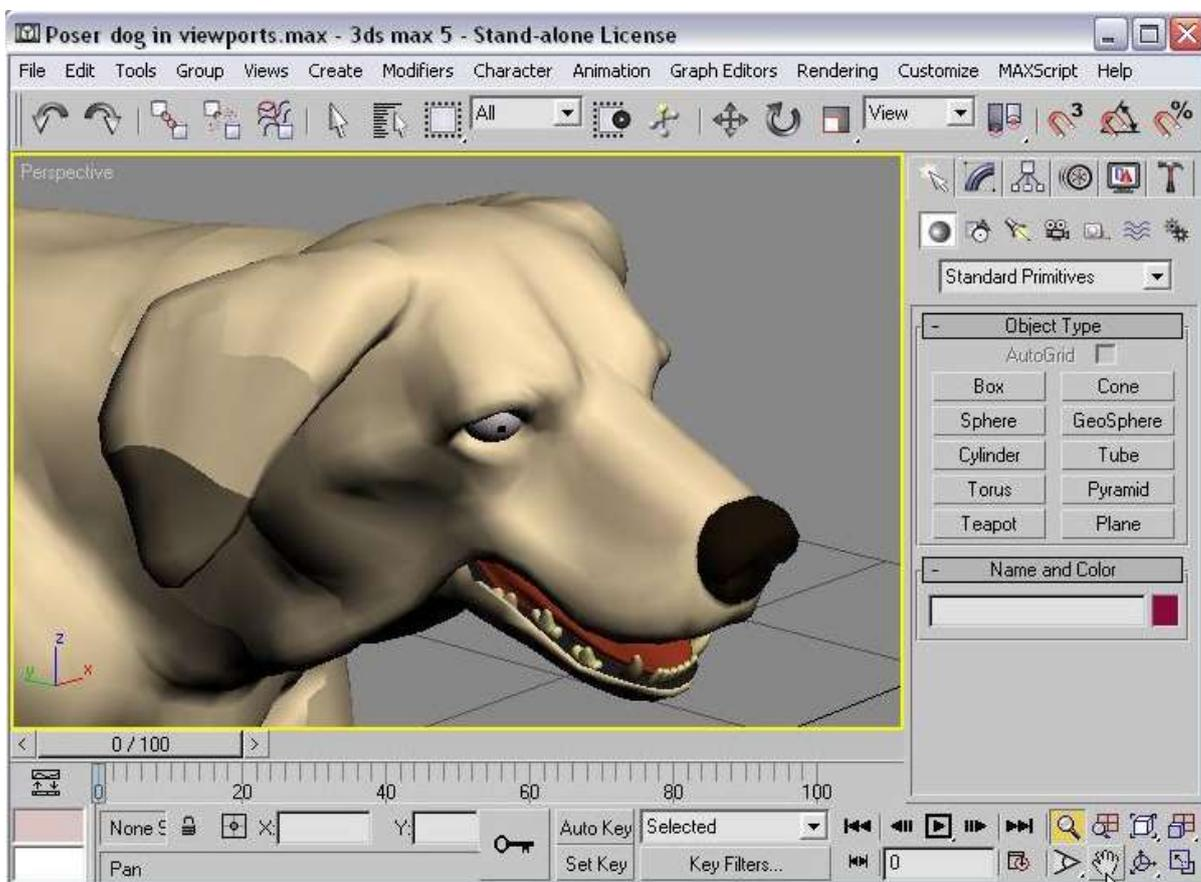

Рис. 5 – В окне проекции Perspective голова собаки приближена с помощью элементов управления **Zoom** и **Pan**
5. Щелкните на кнопке **Pan** (**Панорамировать**) (<Ctrl+P>) и перетащите указатель мыши в окне проекции, пока голова животного не появится в центре окна. Затем щелкните на кнопке **Zoom** (**Масштабировать**) или нажмите комбинацию клавиш <Alt+Z> и перетаскивайте указатель мыши, пока голова собаки не заполнит окно проекции, как показано на рис. 5.